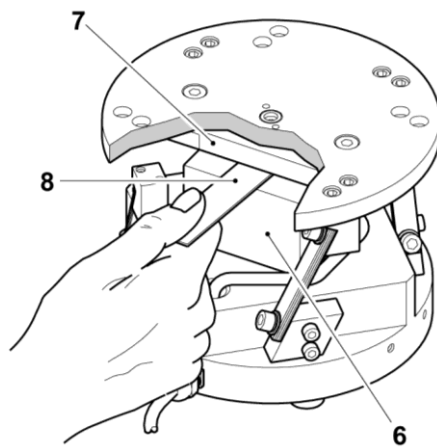

Abbildung 20
4. Der Luftspalt zwischen Magnetspule (6) und Joch (7) ist mittels einer Fühlerlehre (8) auf ein Maß zwischen 0.3mm und 0.5mm einzustellen (siehe Abbildung 20).